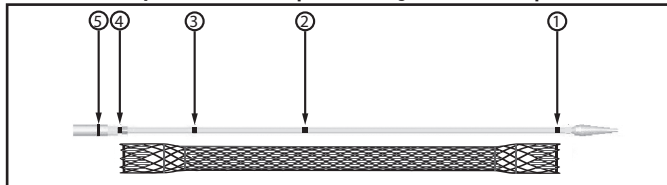
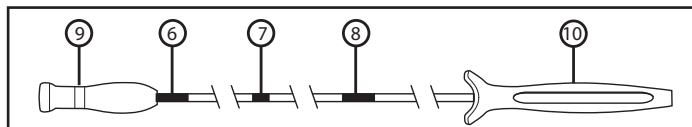

Figure 2. Système d'insertion et repères radio-opaques (RO)
Figure 3. Système de mise en place, repères visuels et poignées
Sur la poignée du système de mise en place, trois repères visuels facilitent le positionnement du stent sous contrôle endoscopique (Figure 3). Le repère visuel le plus distal indique la compression complète du stent dans le système de mise en place (Figure 3, n°6), un autre repère visuel indique le déploiement à 50 % du stent (point médian) (Figure 3, n°7) et le repère visuel le plus proximal indique le point auquel toute compression supplémentaire du stent n'est plus possible (Figure 3, n°8).
Cinq repères radio-opaques (RO) facilitent le déploiement du stent sous radioscopie (Figure 2). Les deux repères RO situés sur le tube interne du système de mise en place permettent de repérer les extrémités du stent comprimé (Figure 2, n°1 et n°4). Deux autres repères RO sont positionnés entre ces repères RO. Un repère RO indique le point médian du stent (Figure 2, n°2). Un repère RO sur le tube interne indique le point auquel toute compression supplémentaire du stent n'est plus possible (Figure 2, n°3). Le cinquième repère RO visible à l'extrémité antérieure du tube externe indique le niveau de déploiement du stent (Figure 2, n°5).
Lors de l'utilisation du guidage radioscopique, mettre le stent en place de manière à ce que le repère 2 (figure 2) soit au centre de la tumeur ou de la fistule. Dans cette position, le stent couvre correctement la tumeur.
Commencez le déploiement du stent en maintenant d'une main la poignée distale (la plus éloignée de l'utilisateur, Figure 3 n°9) du système de mise en place ; de l'autre main, saisissez la poignée proximale (la plus proche de l'utilisateur, Figure 3 n°10) et maintenez-la dans une position fixe. Un segment comportant des repères visuels se trouve entre ces poignées. Ces repères sont conçus pour faciliter le déploiement du stent. Avant de déployer le stent, vous pouvez voir un repère au niveau de la position entièrement comprimée/non déployée du stent (Figure 3 n°5).
Pour pouvoir déployer le stent, tenez la poignée distale (la plus éloignée de l'utilisateur, Figure 3 n°9) d'une main et, de l'autre main, la poignée proximale (la plus proche de l'utilisateur, Figure 3 n°10). Pour déployer le stent, tirez lentement la poignée distale vers la poignée proximale, tout en maintenant la poignée proximale dans une position fixe. Surveillez la libération du stent par radioscopie et/ou endoscopie, en gardant les repères situés sur le système de mise en place entre les bords de la sténose déterminés au préalable. Si nécessaire, il est possible d'arrêter le déploiement et d'ajuster la position du stent en direction proximale sans compression supplémentaire de celui-ci avant d'arriver au repère de fin de compression (Figure 3 n°8). Si la position du stent est satisfaisante, procédez au déploiement complet.
- Le stent peut être comprimé une nouvelle fois à tout moment jusqu'aux repères de fin de compression (repère radio-opaque Figure 2 n° 3 et repère visuel Figure 3 n° 8).
Remarque : le stent est complètement comprimé lorsque le repère visuel (Figure 3, n° 6) est entièrement visible.
- C. Remettre le tube externe du système de mise en place dans sa gaine en poussant la poignée distale (Figure 3 n°9) loin de l'opérateur. Retirer lentement le système d'insertion et le guide.